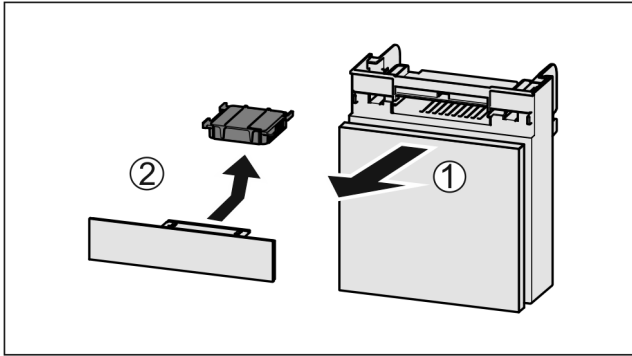

Fig. 272
- ▶ Fach nach vorne herausziehen Fig. 272 (1).
- ▶ Aktivkohlefilter entnehmen Fig. 272 (2).